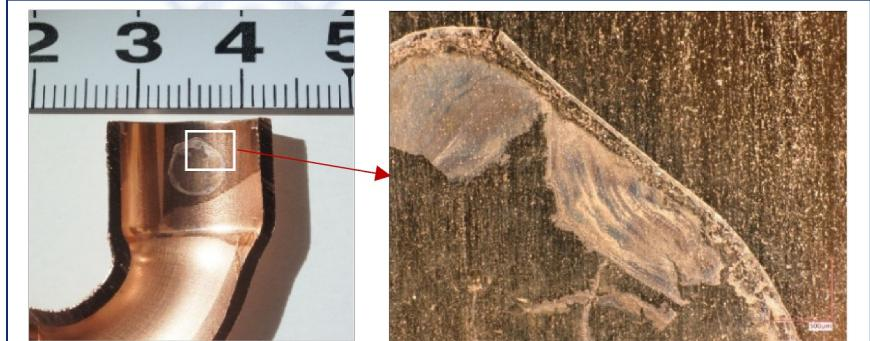

Fig.1 銅パイプ内面の異物
■ 銅パイプ内面に円形状の白色物質が見られます。いかにも水滴が付着して乾固したような状態です。デジタルマイクロスコープで一部拡大観察すると、異物の縁の部分には多く堆積し、これに薄皮状のものが貼りついているように見えます(Fig.1)。この異物について分析を行いました。